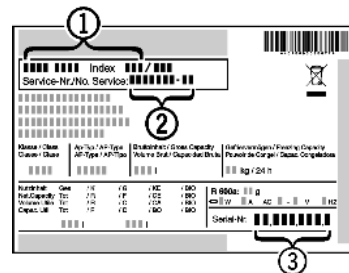

Fig. 40
- ▶ Odczytać z tabliczki znamionowej oznaczenie urządzenia Fig. 40 (1), nr serwisowy Fig. 40 (2) oraz numer seryjny Fig. 40 (3). Tabliczka znamionowa znajduje się po lewej stronie wewnątrz urządzenia.